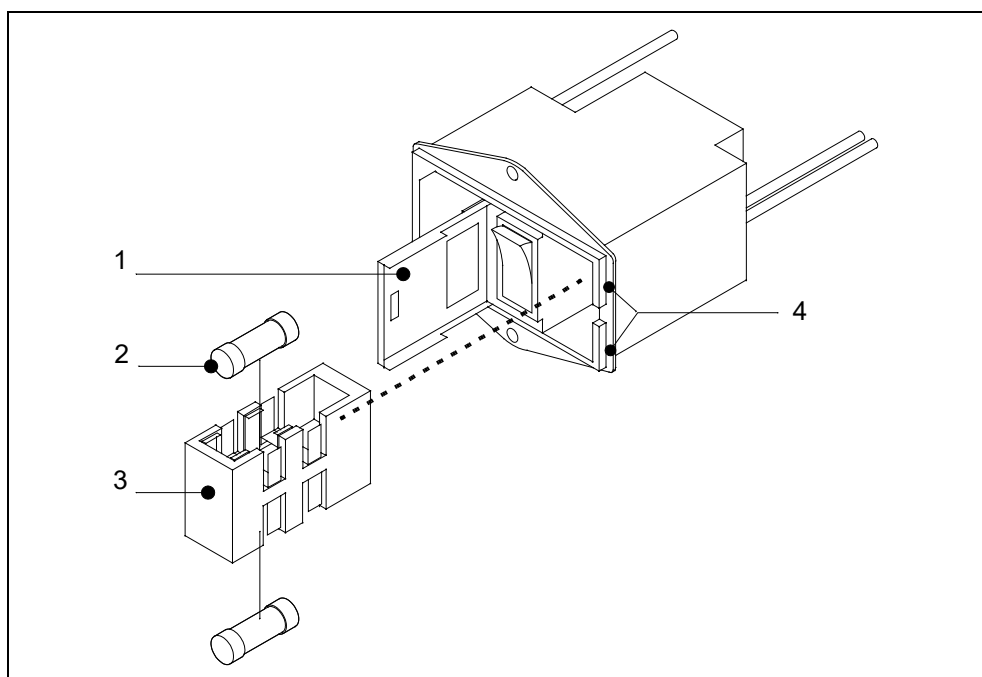

Fig. 7-5 Remplacement des fusibles
- Pour remplacer les fusibles principaux, dégagez l'obturateur de la cartouche-fusible à l'aide d'un tournevis. Pour ce faire, introduisez le tournevis dans la rainure correspondante et dégagez l'obturateur. Voir à ce propos la Fig. 7-5.